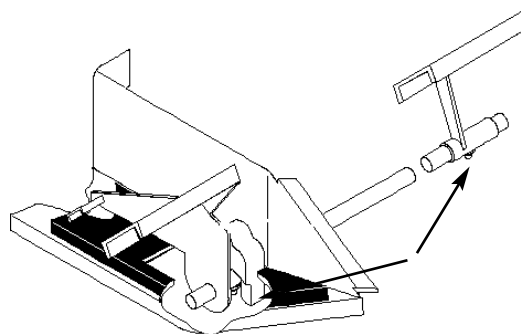

Figure 26
3. Lubrificate il pedale di comando della trazione, sui modelli idrostatici (o i pedali del freno e della frizione sui modelli a ingranaggi), laddove è impernato sull'albero d'attacco (Fig. 26).